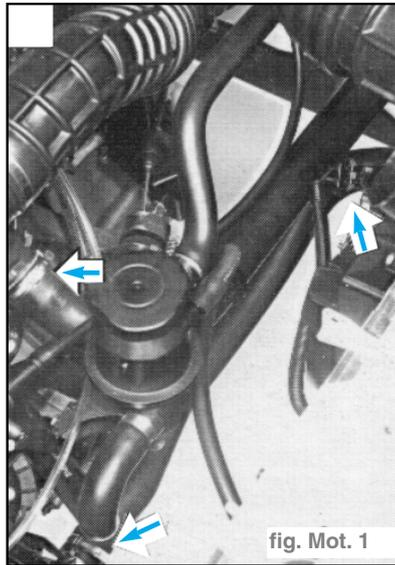

fig. Mot. 1
- Débrancher les manchons de liquide de refroidissement et le connecteur du volet électrique. (fig. Mot. 1)